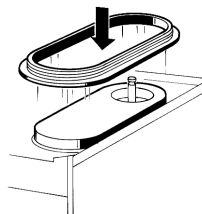

figure 6
**4** Replacer le joint du réservoir sur l'évaporateur, en laissant la couronne plus épaisse en contact avec le plan égouttoir (voir figure 6).